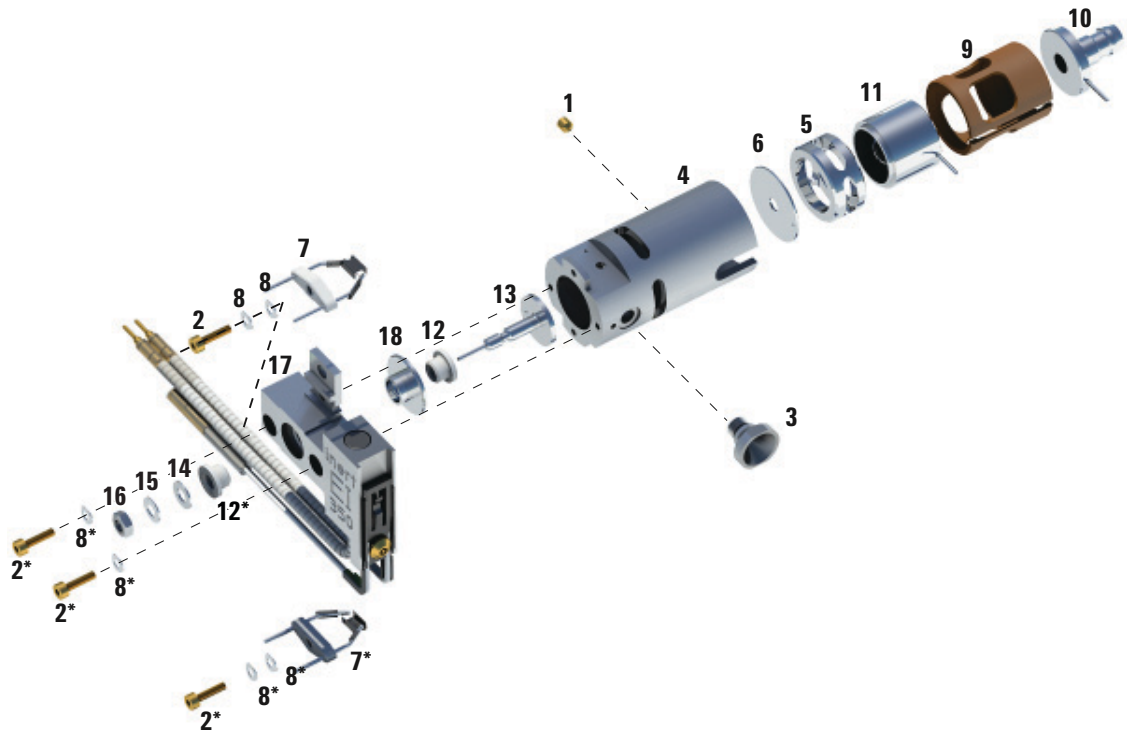

図 22 標準または不活性 EI イオン源の分解
- 2 フィラメントから 2 個の金メッキしたねじを取り外し、フィラメントをイオン源から取り外します。145 ページ図 22 を参照してください。
表 18 標準または不活性 EI イオン源の部品リスト (図 22)
表 18 標準または不活性 EI イオン源の部品リスト (図 22) (続き)